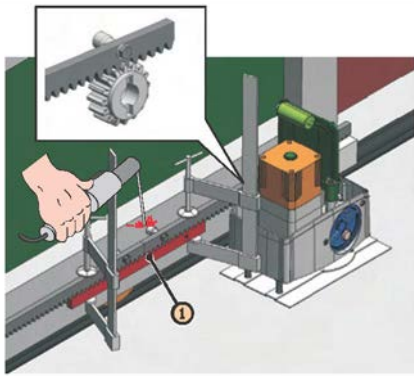

Fig. 14
5. Poziționați un alt element de cremalieră la cel precedent utilizând, pentru a pune în etapa de sincronizare a dinților celor doi elemente, o bucată de cremalieră după cum este indicat în Fig. 14 ref. 1
5 Poziționați un alt element de cremalieră la cel precedent utilizând, pentru a pune în etapa de sincronizare a dinților celor doi elemente, o bucată de cremalieră după cum este indicat în Fig. 14 ref. 1,